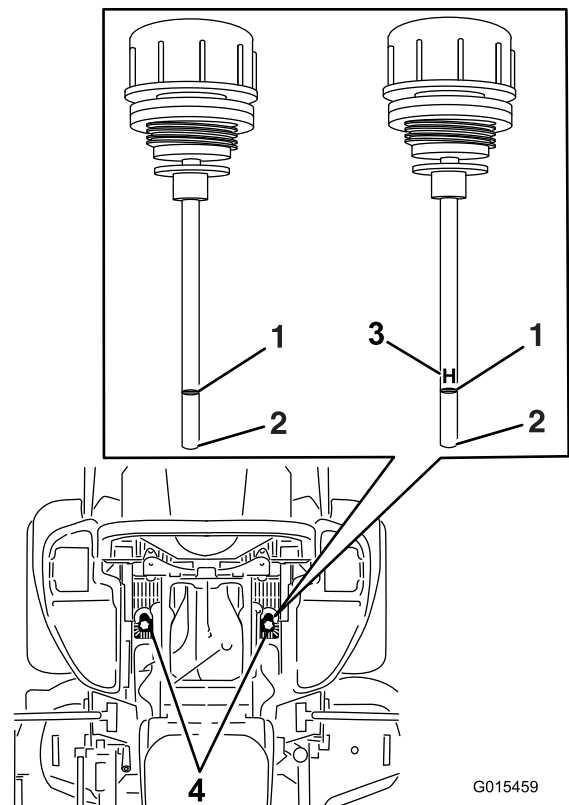

Figure 86
6. Nettoyez la surface autour des jauges des réservoirs du système hydraulique (Figure 86).
7. Sortez une jauge du réservoir hydraulique (Figure 86).
9. Ressortez la jauge et examinez son extrémité (Figure 86). Si le niveau d'huile atteint le repère minimum (ADD), versez lentement une quantité d'huile suffisante dans le réservoir hydraulique jusqu'à ce que le niveau atteigne le repère maximum ou **H**.